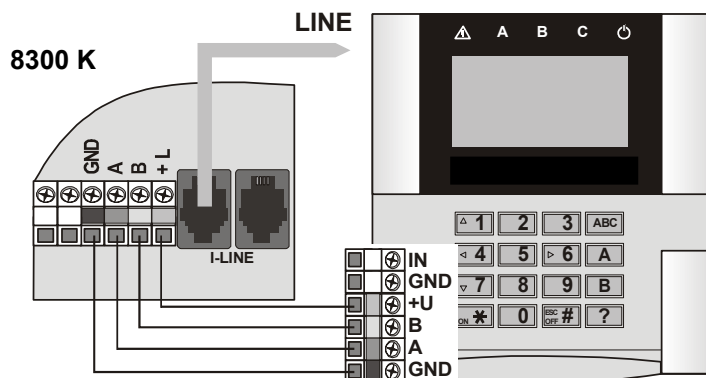

Abb. 1: Anschluss an die Zentrale
- o Verwenden Sie ein flaches vieradriges Telefonkabel mit RJ-Steckverbindern (max. 10 m), aber nur zur vorübergehenden Installation (Test). Sowohl in der Zentrale als auch in der Tastatur befindet sich ein digitaler Busverbinder mit der Bezeichnung LINE. Siehe Abb. 1.